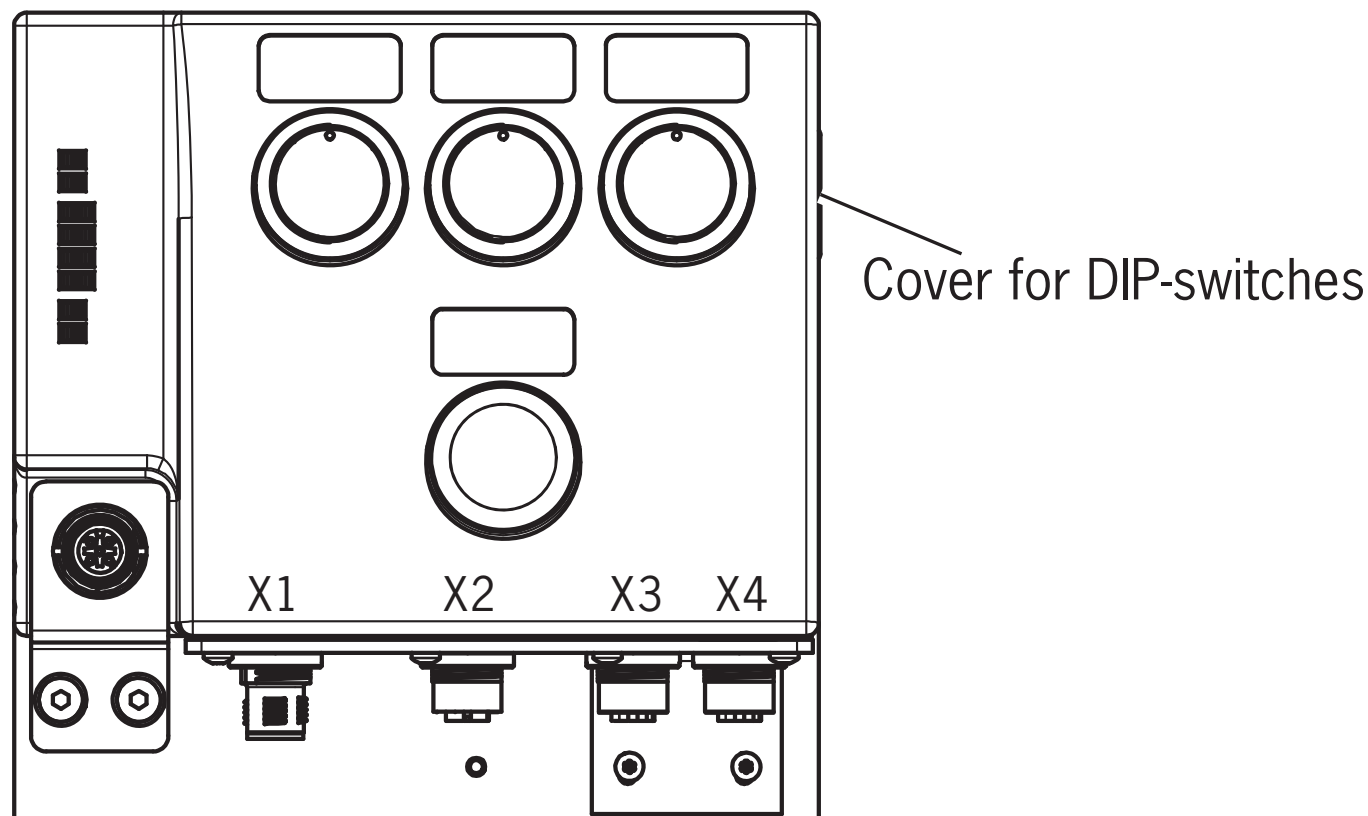

Bild 1: Position DIP-Schalter
4. Übertragen Sie die Einstellung der DIP-Schalter an das Austauschsystem. Öffnen Sie hierzu die seitliche Abdeckung der MGB-EI (Bild 1) und stellen die DIP-Schalter des Austauschsystems auf den vorgegebenen Wert des Ursprungssystems.